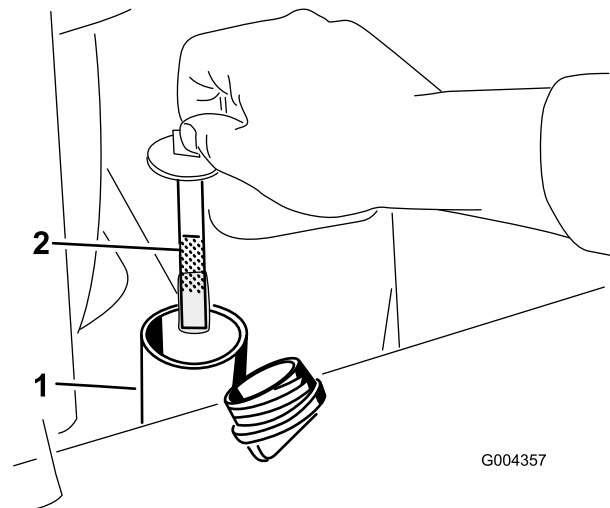

Bild 59
6. Nehmen Sie den Deckel des Füllstutzens ab und prüfen Sie den Ölstand am Peilstab (Bild 59).